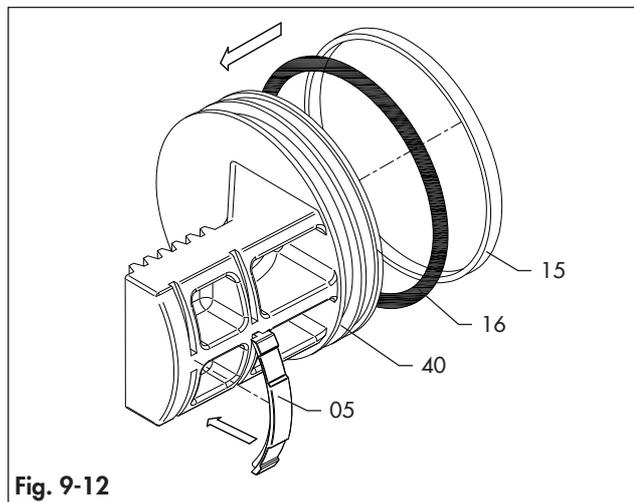
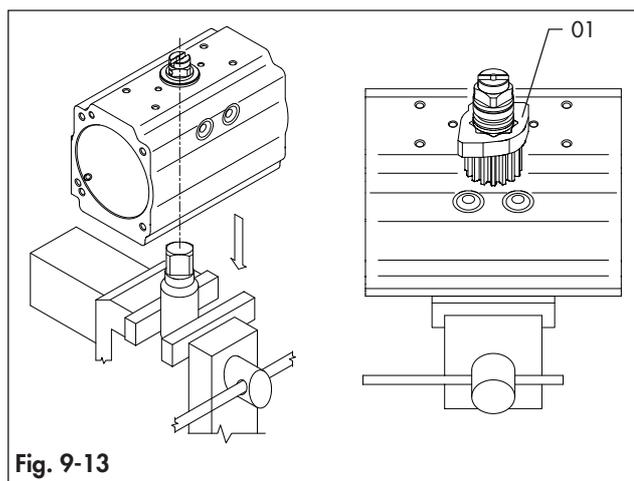
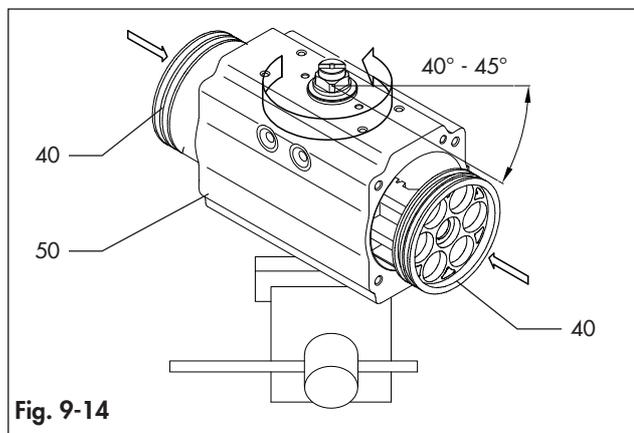

Fig. 9-12
Fig. 9-13
Fig. 9-14
Voir Fig. 9-1, Fig 9-12, Fig 9-13 et Fig 9-14.
- Lubrifier et monter sur les pistons (40) les joints toriques (16), les coussinets de piston (05) et les bagues de guidage de piston (15).
- Lubrifier la surface interne du corps (50) et les dents de la crémaillère du piston (40).
- Monter le connecteur femelle de l'axe d'entraînement (60/60.1) dans un carré mâle serré de manière appropriée dans un étau. (Fig. 9-13)
- S'assurer que l'octi-cam (01) est dans la bonne position, comme indiqué sur la Fig. 9-13.
- Faire pivoter le corps (50) d'environ 40°-45° dans le sens des aiguilles d'une montre en vue de dessus, comme indiqué sur la Fig. 9-14.
- Pousser simultanément les deux pistons (40) dans le corps (50) jusqu'à ce qu'ils soient engagés.
- Ensuite, faire tourner le corps (50) dans le sens inverse des aiguilles d'une montre en vue de dessus sur toute la longueur de la course.